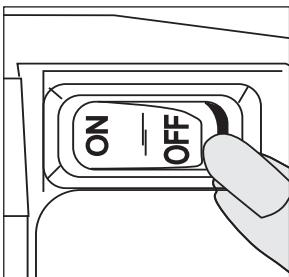

Figure 1
3. S'assurer que l'interrupteur principal est dans la position d'arrêt (Off) **Figure 1**. Déballer le cordon d'alimentation et le brancher dans une prise de courant murale appropriée (se reporter aux *Spécifications*). Brancher les modèles 5650H et 4650D dans une prise
1. Veiller à ce que l'interrupteur principal soit en position arrêt (OFF) (**Figure 1**) et dérouler le cordon d'alimentation.
9. Mettre l'interrupteur principal sur la position de marche (On) **Figure 1** pour démarrer le compresseur.